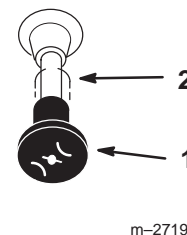

Figure 16
7. Lorsque le moteur a démarré, amenez progressivement la manette de starter en position hors service (Fig. 16). Si le moteur cale ou hésite, ramenez la manette de starter à la position en service pendant quelques secondes. Réglez ensuite le levier d'accélérateur à la position voulue. Répétez l'opération si nécessaire.